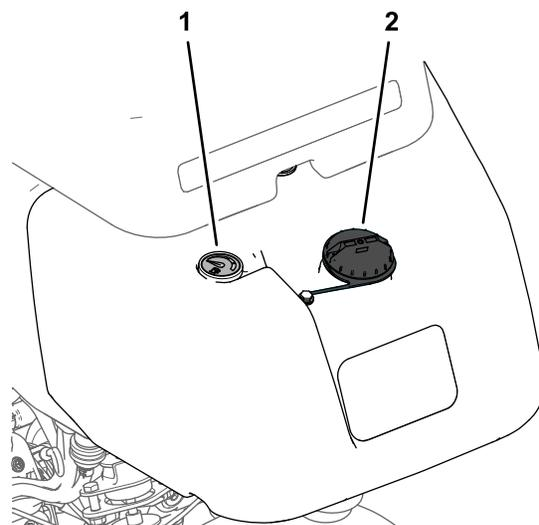
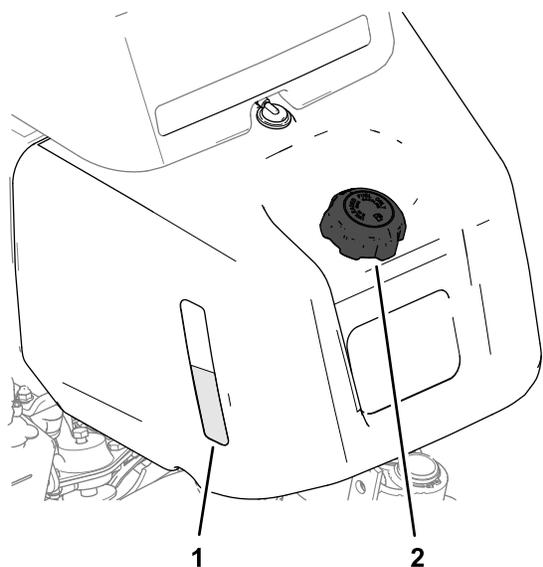

Рисунок 24
Рисунок 23
1. Очистите область вокруг крышки топливного бака и снимите крышку (Рисунок 23 или Рисунок 24).